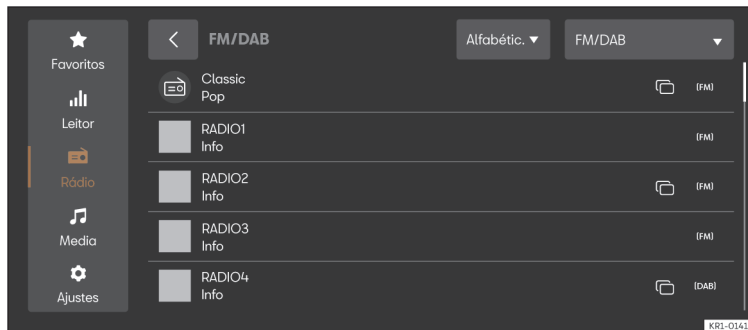

Fig. 157 Representação esquemática: Vista Rádio.
- Pressione **HOME** > > >>> **Fig. 157**.